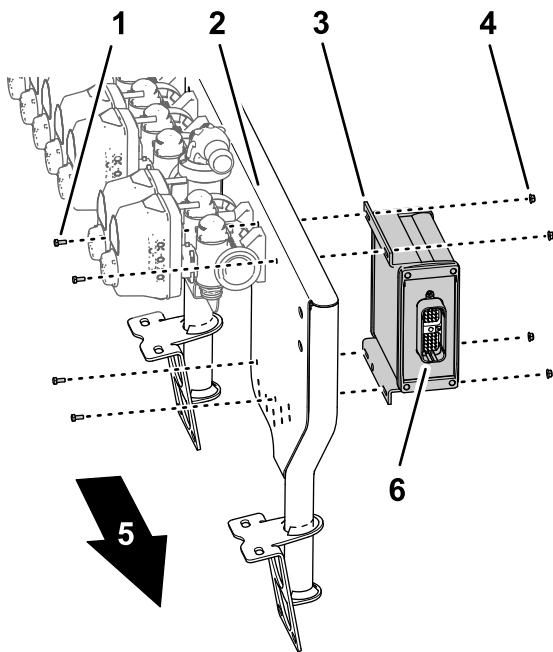

Bild 60
1. Fluchten Sie die Vorderseite der Ventilbefestigung am Sprühsteuergerät mit dem äußeren 40-Stift-Stecker aus (Bild 60).
2. Befestigen Sie das Sprühsteuergerät mit den vier Schrauben (4 mm x 10 mm) und vier Sicherungsbundmuttern (4 mm) an der Ventilbefestigung (Bild 60).